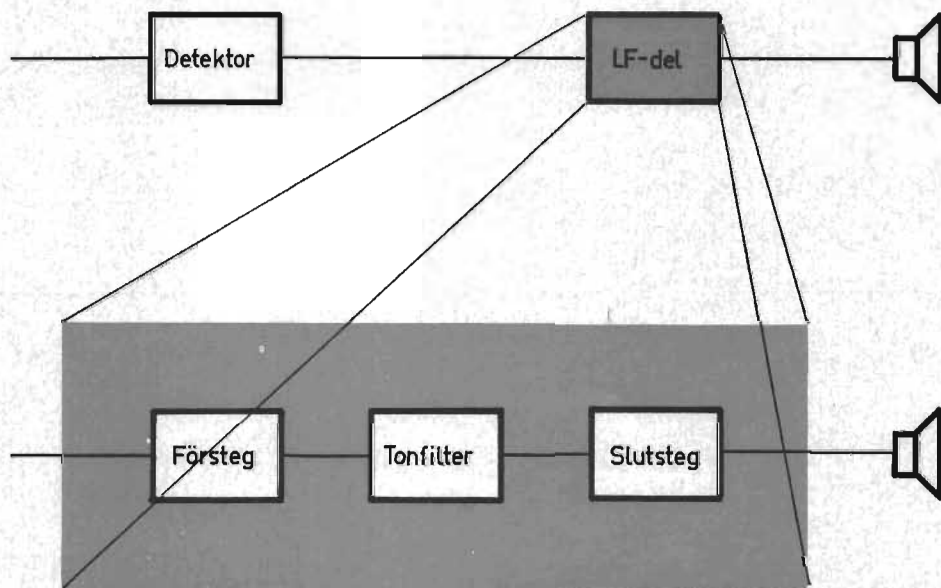

Fig 2. Blockschemat för LF-delen som uppdelats i tre steg.
■ ■ Blockschemat för stationen visades i förra avsnittet. Där har LF-delen symboliserats med ett block, men i realiteten är detta uppdelat i tre delar (se fig 2). LF-signalen förstärks i ett försteg från vilket signalen matas till en filterkrets med 800 Hz passfrekvens. Från filtret, som är av LC-typ, förs signalen till ett slutsteg, som driver en högtalare, 10 ohm 50 mW, via en anpassningstransformator. Blockschemat i förra avsnittet visade också tre MF-steg i mottagardelen. Dessa har reducerats till två stycken då det visat sig att förstärkningen ändå är tillräcklig. Dessutom har prototypen keramiskt filter i endast ett steg. Det är dock möjligt att inkoppla ett extra filter om man vill förbättra selektiviteten.